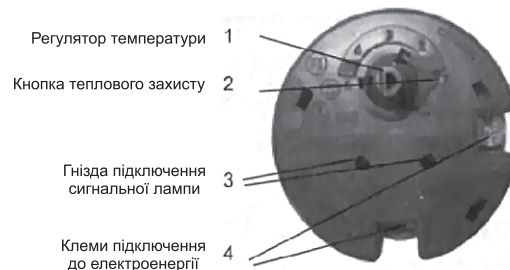

Рис. 3. Зовнішній вигляд терморегулятора
- зняти захисну кришку натиснутою на кнопку яка розташована в корпусі терморегулятора (рис. 3). Після відновлення роботи терморегулятора встановіть на місце захисну кришку та включіть ЕВАД. Постійне включення кнопки теплового захисту може призвести до виходу з ладу терморегулятора.
4. Регулювання температури нагріву виконується поворотом ручки регулювання на термостаті (рис. 3) під захисною кришкою. Збільшення температури нагрівання - повертанням регулятора проти годинникової стрілки, зменшення температури - за годинниковою стрілкою.